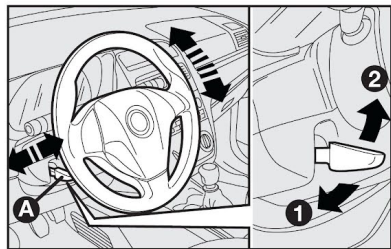

fig. 14
## VOLANTE - fig. 14
- 1) deslocar a alavanca **A** para a posição **1-fig. 14**;